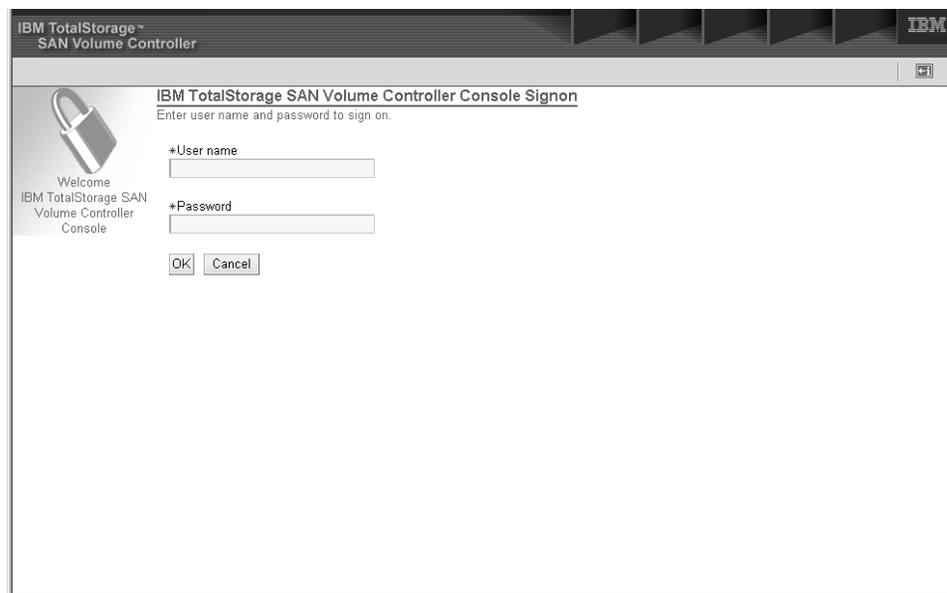

図 19. 「SAN ボリューム・コントローラー・コンソール・サインオン」パネル
1. お客様提供のユーザー名とパスワードを使用して、マスター・コンソールにログインします。次に「SAN ボリューム・コントローラー・コンソール」アイコンをダブルクリックすると、パネルに以下の「SAN ボリューム・コントローラー・コンソールのサインオン」が表示されます。5 ページの図 19 を参照してください。